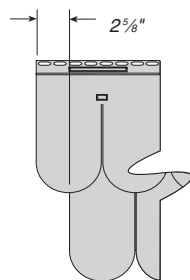

figura 3
1) Remueva 67 mm. (2 5/8 pulg.) desde el lado izquierdo de la primera puesta superior de panel, dejando un borde a 90° a la izquierda, como se muestra en la Figura 3.